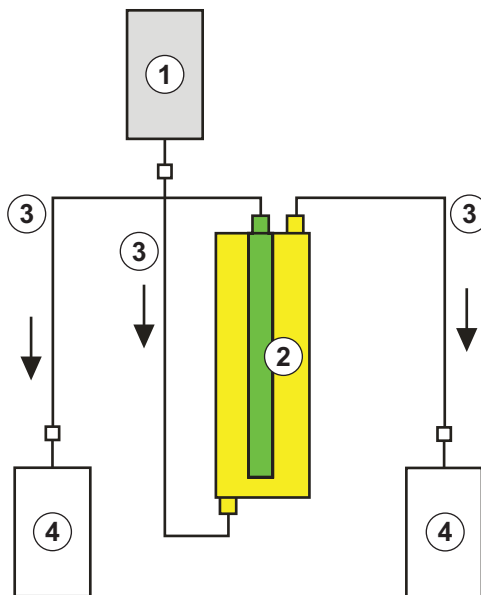

Abb. 10-9 Aufbau zum Spülen des Präzipitatfilters
Materialien: siehe Legende zu Abb. 10-9
2. Die anderen Verbindungsleitungen und die Leerbeutel, wie in Abb. 10-9 dargestellt, mit der oberen präzipitat- und filtratseitigen Öffnung des Filters verbinden und die Leitung auf der Filtratseite abklemmen.